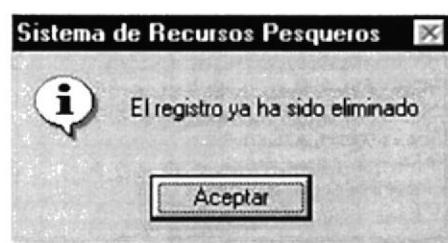

Figura 10.50 Mensaje de ya eliminado
4. Si la caleta que desea eliminar ya ha sido eliminada, aparecerá el siguiente mensaje (ver figura 10.50)